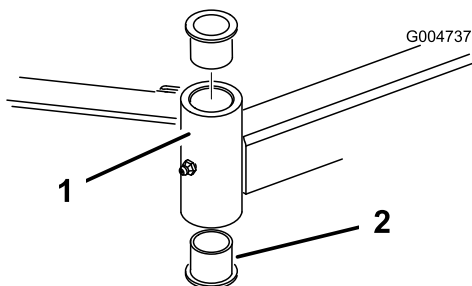

Figura 106
4. Introduza um punção para cavilhas na zona superior ou inferior do tubo de montagem e retire o casquilho para fora do tubo (Figura 106).